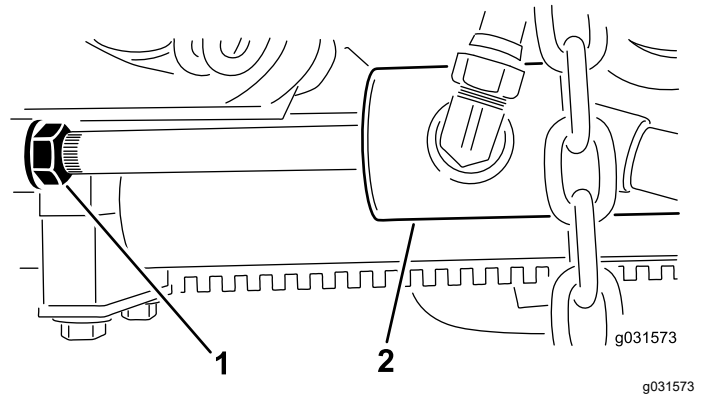

Bild 14
- B. Drehen Sie die die Klemmmutter am Zylinder heraus (Bild 14).